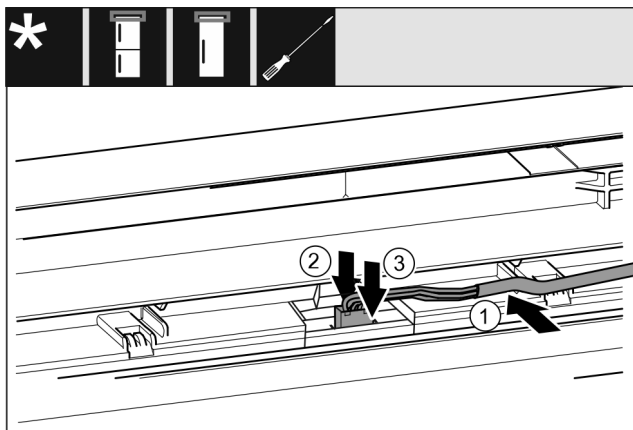

Fig. 41 制冷/冷冻组合/冰柜/冰箱
- ▶ 将电缆 Fig. 41 (1)置入上方冰箱门的导向装置。
- ▶ 将止动凸缘 Fig. 41 (2)向后按住。
- ▶ 插入插头 Fig. 41 (3)。